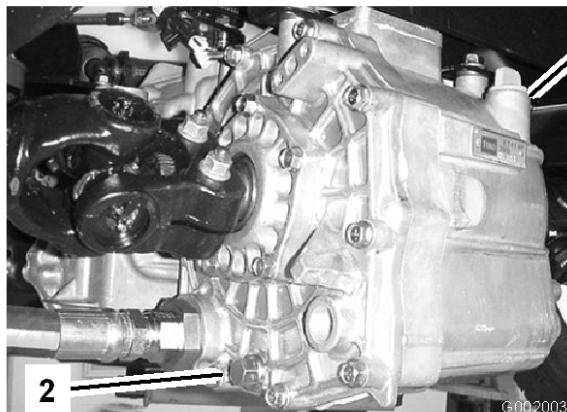

Figure 65
- Retirez le bouchon de vidange sur le côté du réservoir et laissez l'huile s'écouler dans le bac de vidange (Figure 65).